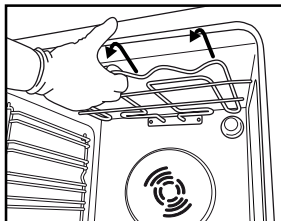
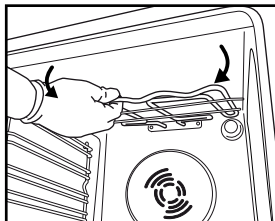

Abb. 4
Abb. 5
2. Ziehen Sie das Heizelement etwas nach vorn (Abb. 4) und senken Sie es anschließend ab (Abb. 5).